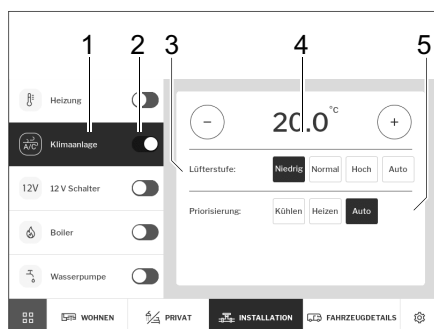

Fig. 276 Impianto di climatizzazione
- Accendere o spegnere l'impianto di climatizzazione con l'interruttore a scorrimento (Fig. 276,2).
- Digitare il pulsante *Impianto di riscaldamento* (Fig. 276,1). Viene visualizzato il pannello di comando per l'impianto di climatizzazione.
- Impostare la temperatura desiderata del vano di abitazione con i tasti + e - (Fig. 276,4).
- Impostare la priorità desiderata (raffreddamento/riscaldamento/modalità automatica) (Fig. 276,5).
- Selezionare il livello del ventilatore (Fig. 276,3).